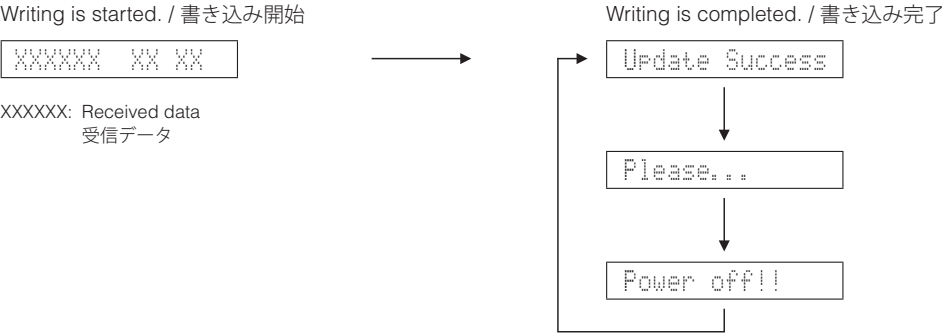

Fig. 3
Then writing of the firmware is started. (Fig. 3)
- 7. When writing of the firmware is completed, “Update Success”, “Please...” and “Power off!!” are displayed repeatedly. (Fig. 3)
ファームウェアの書き込みが開始されます。(Fig. 3)
- 7. ファームウェアの書き込み完了後、“Update Success”、“Please...”、“Power off!!” が繰り返し表示されます。(Fig. 3)